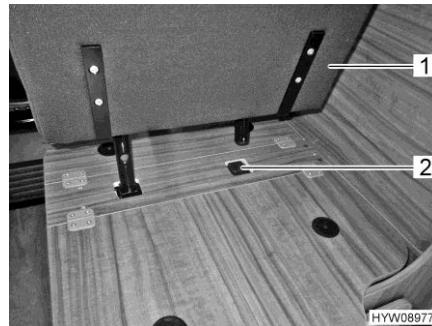

Fig. 23 Inserire il sedile installabile nel supporto
- Inserire il sedile installabile (Fig. 23,1) nel supporto (Fig. 23,2).